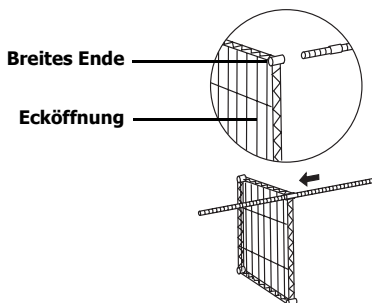

Abb. 2
4. Das Regal auf die Seite stellen und die Stange durch eine Ecköffnung schieben [Abb. 2].